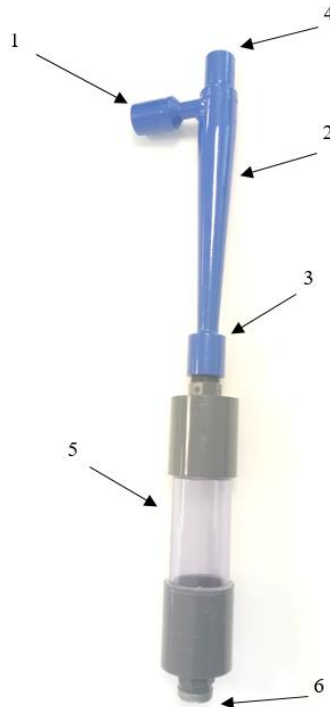

Рисунок 1 – Основные части гидроциклона
1. В напорном режиме работы давление в рабочей линии трубопровода до и после гидроциклона практически не меняется и отвод сгущённой суспензии из песковой насадки (рисунок 1) производится в специальную напорную ёмкость – грязесборник*, который разгружается по мере его заполнения взвешенными веществами, при этом необходимо создать герметичное соединение песковой насадки и грязесборника*. Таким образом, давление в грязесборнике сравняется. Однако такой режим работы гидроциклона не является эффективным и возможен прорыв взвешенных веществ в выход для фильтрата (рисунок 1).
2. В безнапорном режиме работы до гидроциклона давление в линии подачи исходной жидкости выше по сравнению с линией для фильтрата (рисунок 1), где давление приближено к атмосферному. Иначе говоря, фильтрат поступает в ёмкость, находящуюся под атмосферным давлением. При этом подбирается постоянный расход сгущённой суспензии из грязесборника* с помощью запорно-регулирующей арматуры*. При таком режиме работы очистка гидроциклонами ПВО-ГЦТО сопровождается потерями до 20% от исходного потока жидкости, однако это является особенностью всех гидроциклонов, чтобы достигалась установленная эффективность очистки (таблица 1). При отсутствии грязесборника* из песковой насадки (рисунок 1) отвод сгущённой суспензии может составлять до 30-40% от исходного потока жидкости.
Гидроциклон работает по принципу центробежной силы, и имеет самую простую конструкцию (рисунок 1). Исходная смесь подается через боковое отверстие в корпусе гидроциклона, затем смесь течёт по спирали по всей длине корпуса, при этом возникают значительные центробежные силы, которые во много раз превышают силу тяжести, и под действием которых более тяжёлая фаза – сгущённая суспензия (например, песок) движется от оси гидроциклона к его стенкам по спиральной траектории вниз и сливается через нижнее отверстие из песковой насадки. Более лёгкая фаза – фильтрат (например, вода) движется во внутреннем спиральном потоке, направленном вверх, и выходит из гидроциклона через верхний патрубок.